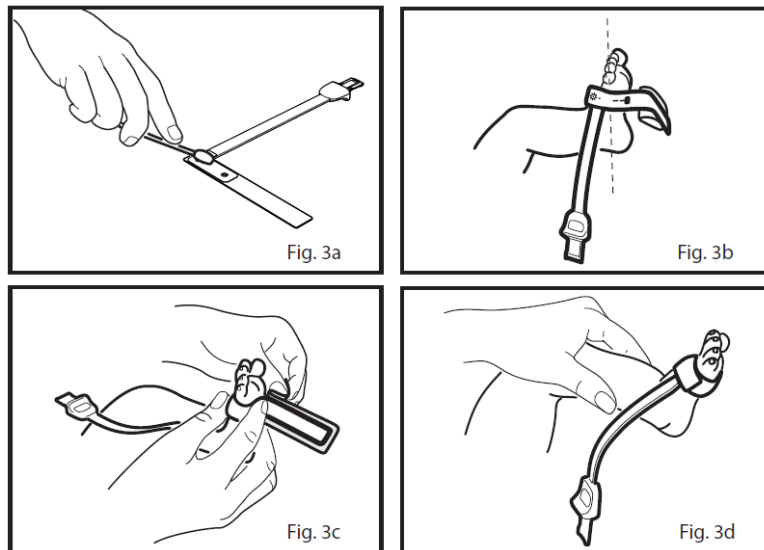

Fig. 22 Applicazione del sensore RD SET per neonati e prematuri
- 2 Fare riferimento alle Fig. 3a nella Fig. 22: Per le zone sensibili della pelle, è possibile tamponare le superfici adesive con un batuffolo di cotone o una garza per ridurre o rimuovere completamente l'adesivo.
- 3 Fare riferimento alle Fig. 3b nella Fig. 22: Guidare il cavo del sensore alla caviglia (o al polso). Posizionare il sensore intorno al lato laterale del piede (o della mano) in modo che sia allineato con la quarta punta (o dito). Per ottenere dati corretti, la finestra del ricevitore deve essere completamente coperta.
- 4 Fare riferimento alle Fig. 3c nella Fig. 22: Avvolgere il manicotto adesivo/spugna intorno al lato laterale del piede (o della mano) in modo che il finestrino del trasmettitore (stella rossa) sia esattamente opposto al ricevitore. Quando si fissa il manicotto adesivo/spugna per fissare il sensore, assicurarsi che i finestrini del trasmettitore e del ricevitore rimangano uno di fronte all'altro.
- 5 Fare riferimento alle Fig. 3d nella Fig. 22: Controllare il corretto posizionamento del sensore e riposizionarlo se necessario.